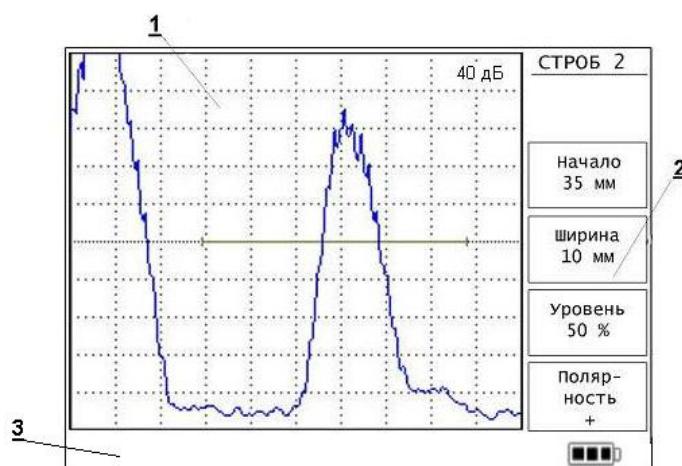

Рис.5.3.
5.2.3. В рабочем режиме экран дефектоскопа делится на три части (рис.5.3):